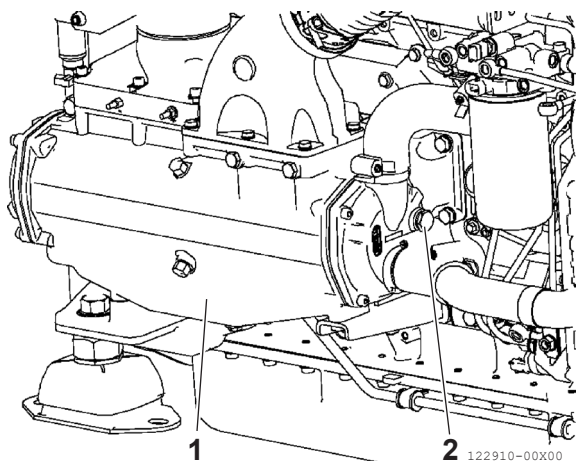

Figure 4
1. Retirez l'anode en zinc (**Figure 4, (2)**) en la dévissant de l'échangeur de chaleur eau de mer/air (**Figure 4, (1)**).
2. Vérifiez le niveau de corrosion de l'anode de zinc (**Figure 4, (2)**) ; si la corrosion dépasse 50 % du volume, remplacez-la. Insérez l'anode de zinc (**Figure 4, (2)**) dans l'échangeur de chaleur eau de mer/air (**Figure 4, (1)**) et serrez-la à un couple de 30 +/- 3 N·m.